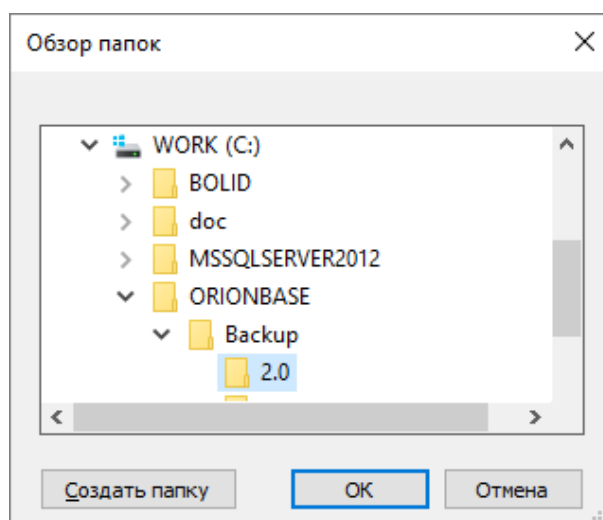

Рисунок 4-54 Выбор папки – каталога сохранения резервной копии
- 2) в открывшемся окне «Обзор папок» выберите каталог, в котором будет сохраняться файл резервной копии (Рисунок 4-54);